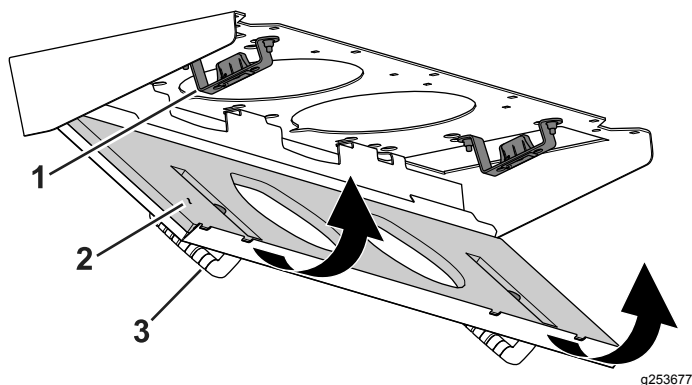

図 117
4. フィルタスクリーンを押し上げてスクリーンのラッチをラッチ取り付けアセンブリにロックする 図 117。